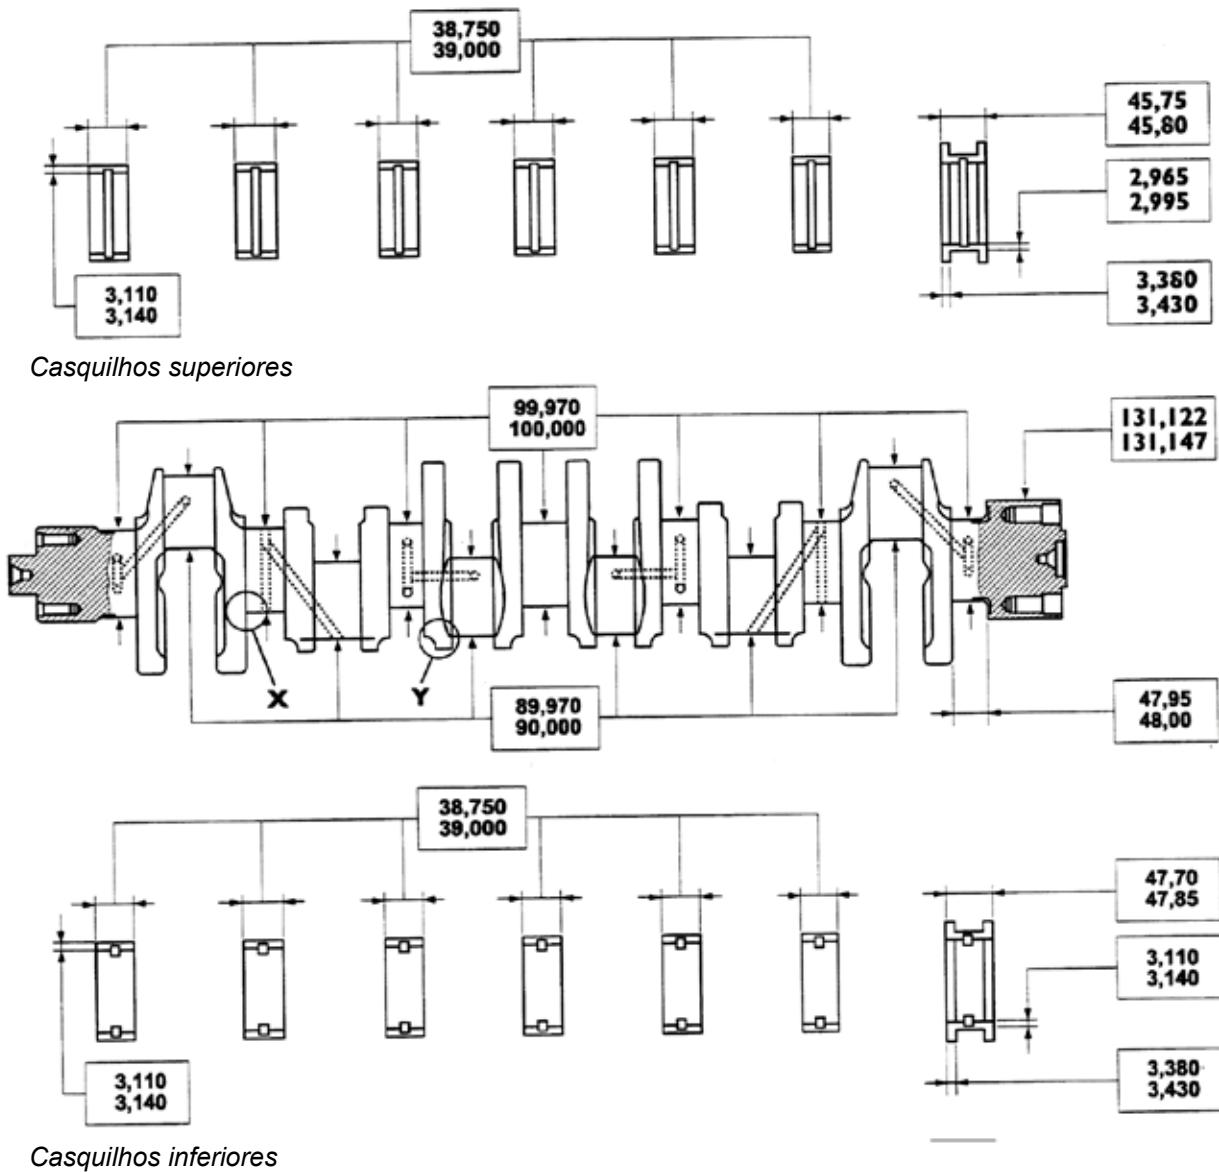

Figura 66
**Nota:** Durante a operação de retífica, verifique com a máxima atenção os raios de concordância dos munhões e moentes de biela, conforme indicado na figura 66 e nas figuras acima.